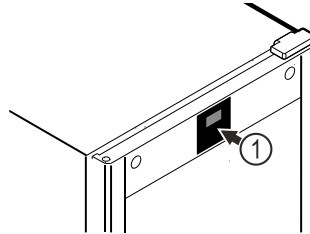

Fig. 51 Ενδεικτική απεικόνιση
Το θερμομέτρο είναι ήδη βαθμονομημένο από το εργοστάσιο (όφσετ +6 Kelvin). Εάν η εσωτερική θερμοκρασία αποκλίνει από την ένδειξη θερμοκρασίας Fig. 51 (1), μπορείτε να βαθμονομήσετε το θερμομέτρο.